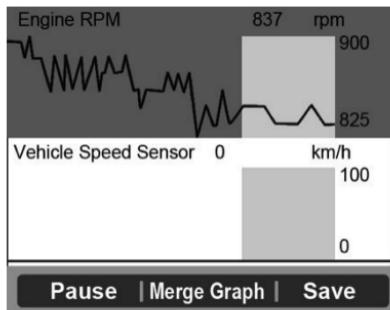

Figura 6.13
- Si se muestra la opción "Fusionar Gráfica" en la parte inferior cuando un Parámetro PID está seleccionado, es posible conjuntar gráficas fusionadas. (Figura 6.13)